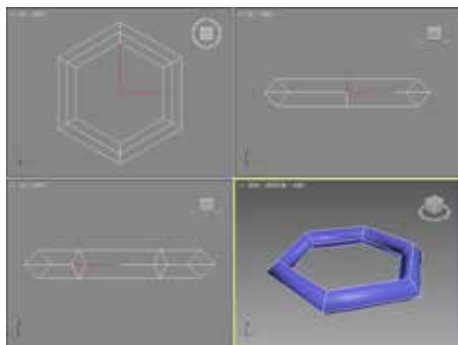

图 2-49 边数效果
STEP 04 在“参数”卷展栏中设置圆环的边数为4，效果如图2-49所示。